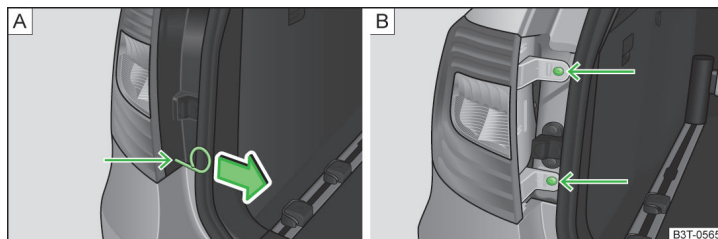

Fig. 209 Desmontar cubierta/lámpara
- Meter el estribo en el orificio por el punto indicado por una flecha para retirar los tapacubos integrales » página 216, *Equipo de herramientas a bordo* » fig. 209 - **[A]**.
- Retirar la cubierta en la dirección de la flecha » fig. 209 - **[A]**.
- Desenrosque la lámpara con la llave del equipo de herramientas a bordo » fig. 209 - **[B]**.